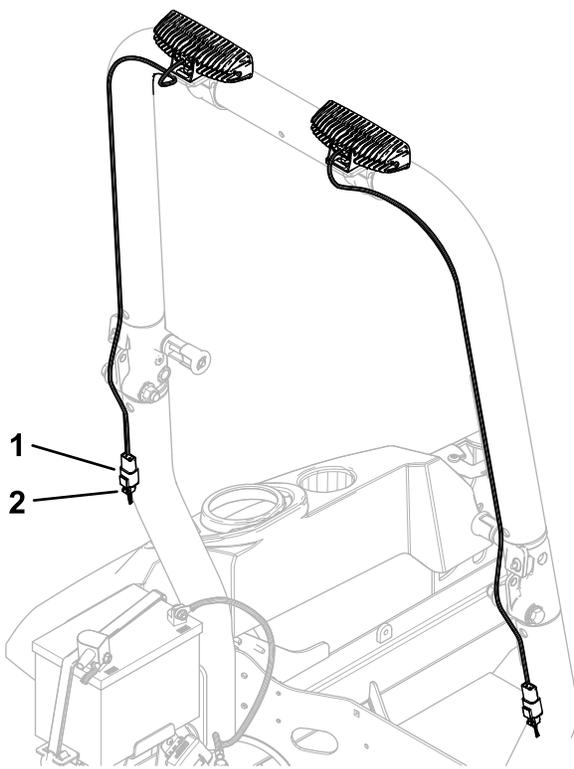

Figura 3
4. Ligue os dois conectores de cablagem de luzes LED à cablagem da luz principal (Figura 3).
- Ligue os dois conectores de cablagem de luzes LED à cablagem da luz principal (Figura 3).